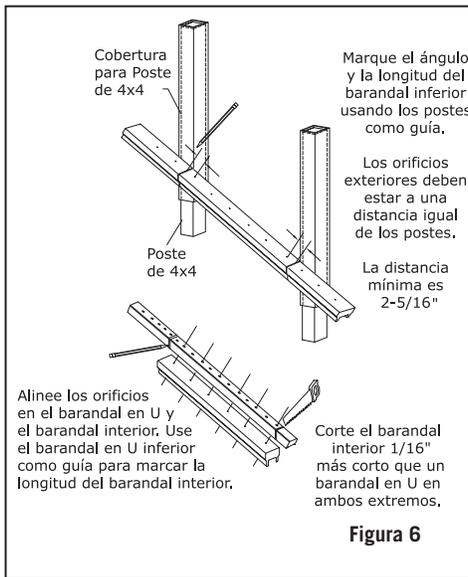

Figura 6
Paso 12: Instale los conectores FastBall o los conectores para balaustres cuadrados en el lado inferior del barandal interior superior (Figura 6). Fije el barandal en los balaustres, martillando suavemente el barandal para eliminar cualquier separación. Marque la altura de los soportes en el interior del poste usando el barandal interior como guía. La parte superior del soporte deberá estar nivelada con la parte superior del conjunto de barandal interior. Al marcar la altura, también marque el centro del poste y el centro del soporte y usando el soporte como guía, perforo dos orificios de 1/8" a través de la cobertura para poste. Fije el soporte al poste usando dos tornillos de cabeza cuadrada de 2" de longitud. Repita en el poste adyacente. Fije el conjunto del barandal interno entre los soportes y pre-perfore ocho orificios de 1/8" en el barandal interior. Fije el barandal en el soporte usando ocho tornillos de cabeza cuadrada.
barandal interior. **Nota:** Para ajustarse al grosor de los soportes, los barandales interiores deberán ser 1/8" más cortos que los barandales en U con todos los orificios espaciados igualmente. Retire 1/16" adicional desde la marca a lápiz en cada extremo y corte el barandal interior a la longitud requerida. Repita para el segundo barandal interior (Figura 6).